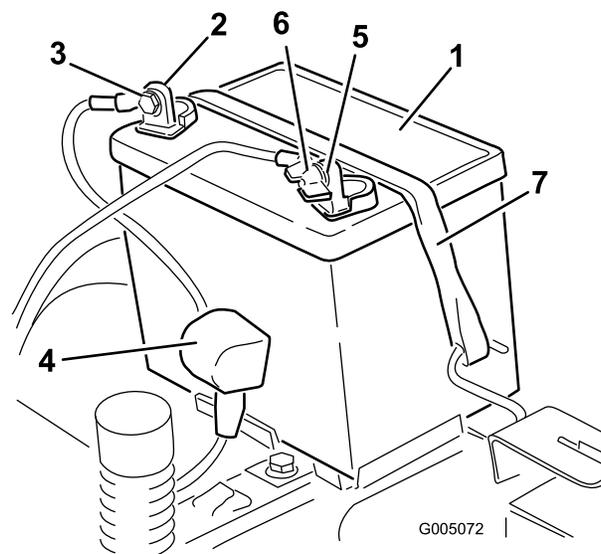

Figura 42
6. Staccate il cavo positivo (rosso) dal polo della batteria (Figura 42).
7. Togliete il dispositivo di fissaggio della batteria (Figura 42) e togliete la batteria dal vassoio.
4. Staccate il cavo negativo (nero) di terra dal polo della batteria (Figura 42).
1. Posizionate la batteria nella cassetta (Figura 42).
5. Fissate la batteria con l'apposito dispositivo (Figura 42).